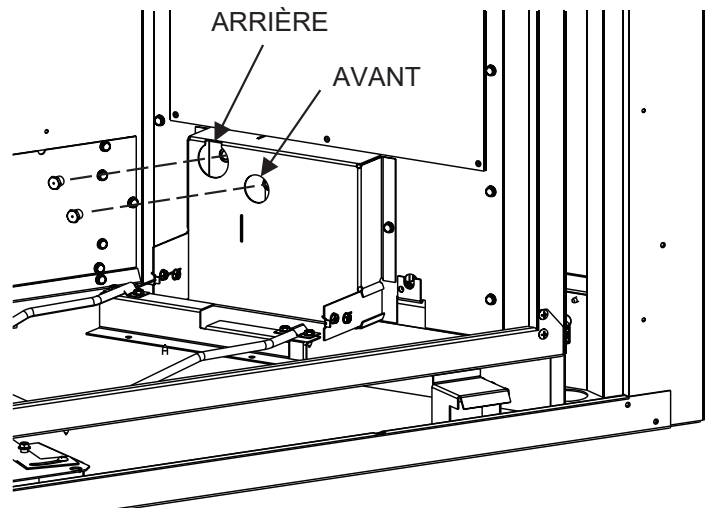

Figure 5
8. Utiliser un jeu de douilles longues de 7/16 po pour poser l'orifice marqué « 1,4 » dans le porte-orifice arrière et l'orifice « #51 » dans le porte-orifice avant. **Voir Figure 5.**